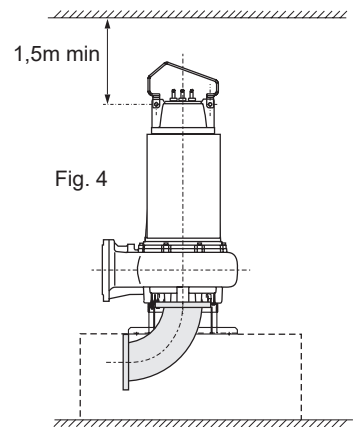

Fig. 4
- 1 - Electrobomba dispuesta con eje rotor vertical sobre específico pie de sostén y curva embridada en aspiración (fig. 4). Para la manipulación de la máquina, desmontar la manija y volver a montarla en la otra posición; de este modo elevándola el eje de la máquina resulta vertical.